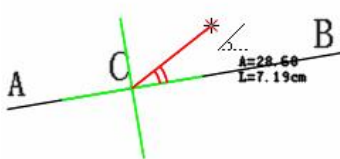

图 1
- 1) 如下图所示，点 C 是线 AB 上的一点。先单击线 AB，再单击点 C，此时出现两条相互垂直的参考线，按 Shift 键，两条参考线在图 1 与图 2 间切换：
- 2) 在上两图任一情况下，击右键切换角度起始边，下图是图 1 的切换图；